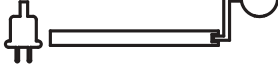

Fig. 7
- Ajustez la poignée auxiliaire (6) dans la position souhaitée.
- Serrez le bouton de déverrouillage rapide (8) dans le sens des aiguilles puis serrez le levier vers le bas afin de le fixer (Fig. 7, 8).
CHARGE DU BLOC BATTERIE (Référez-vous à la figure 7.)